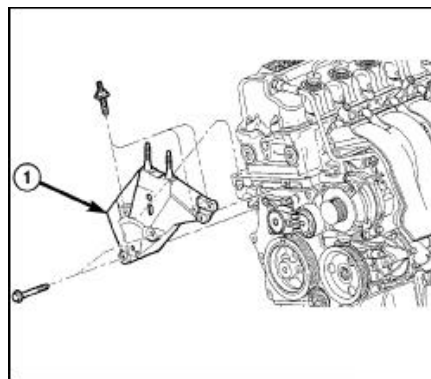

图. 5 右发动机安装支架
(4) 举升车辆。
(5) 拆卸右前车轮。
- (6) 拆卸驱动皮带附件盖板。
- (7) 拆卸下扭力撑杆(查阅-发动机/发动机支座/扭力撑杆-拆卸)。
- (8) 拆卸发动机右下支座螺栓。
- (9) 降下车辆。
- (10) 用液压顶支持发动机。
- (11) 拆卸发动机右支座。
- (12) 拆卸发动机右支座螺栓。
- (13) 举升发动机。
- (14) 拆卸右发动机安装支座剩余的螺栓(图 5)。
- (1) 安装右发动机支架座, 手动紧固紧固件, 力矩M10螺栓为68 N·m(50 ft. lbs.), M12螺栓为118±10 N·m(图. 5)。
- (2) 降下发动机, 安装右发动机安装支架螺栓。
- (3) 安装右发动机安装螺栓, 力矩为118±10 N·m。
- (4) 安装右侧车架进入盖。
- (5) 移开液压顶。
- (6) 举升车辆。
- (7) 安装支架座 (查阅 - 发动机/发动机支架/扭力撑杆-安装)。
- (8) 安装驱动皮带护板。
- (9) 安装右前车轮。
- (10) 降下车辆。
- (11) 安装动力转向油泵油管到发动机支架紧固件。